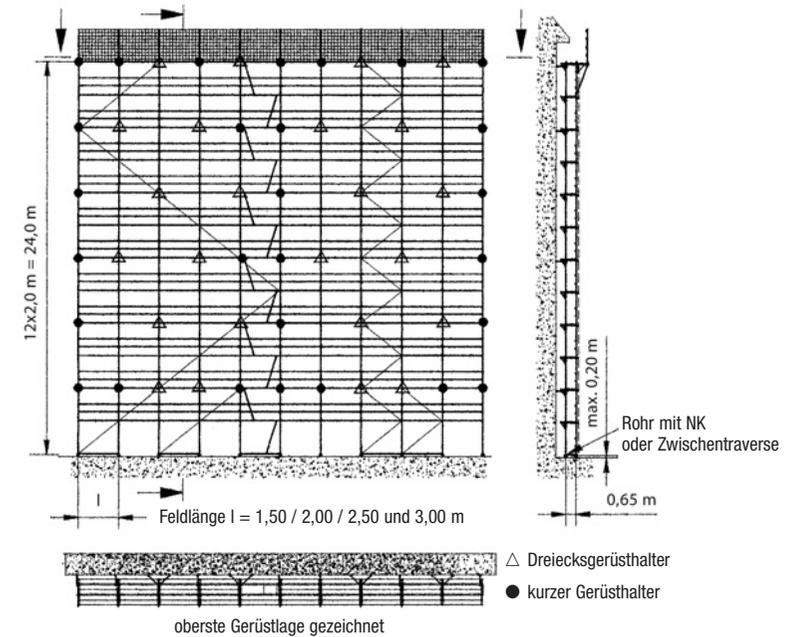

Bild 35
- Zusätzliche Verstärkung für die untere Quertraverse in der ersten Vertikalrahmenebene mit Gerüstrohr und Normalkupplung (NK) oder mit Zwischentraverse
**Hinweis:** weiterer Aufbau wie in Bild 35 dargestellt und auf Seite 43 beschrieben